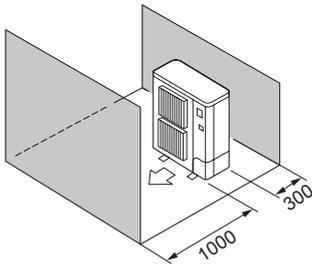

Fig. 2-10
- ⑤ Prepreke samo na prednjoj i stražnjoj strani (Fig. 2-10)